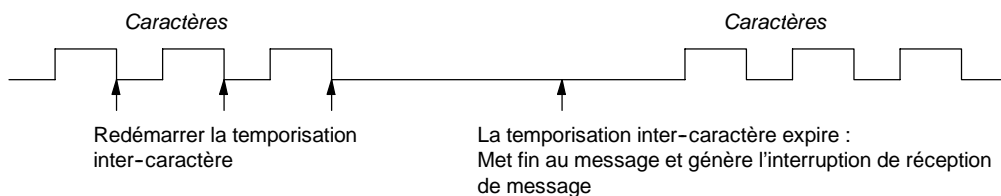

Figure 6-12 Utilisation de la temporisation inter-caractère pour arrêter l'opération Recevoir
2. *Temporisation inter-caractère* : La temporisation inter-caractère correspond au temps mesuré de la fin d'un caractère (bit d'arrêt) à la fin du caractère suivant (bit d'arrêt). Si le temps entre caractères (deuxième caractère inclus) dépasse le nombre de millisecondes indiqué dans le mot SMW92 ou SMW192, la fonction de réception de message s'achève. La temporisation inter-caractère est relancée à chaque caractère reçu (voir figure 6-12).